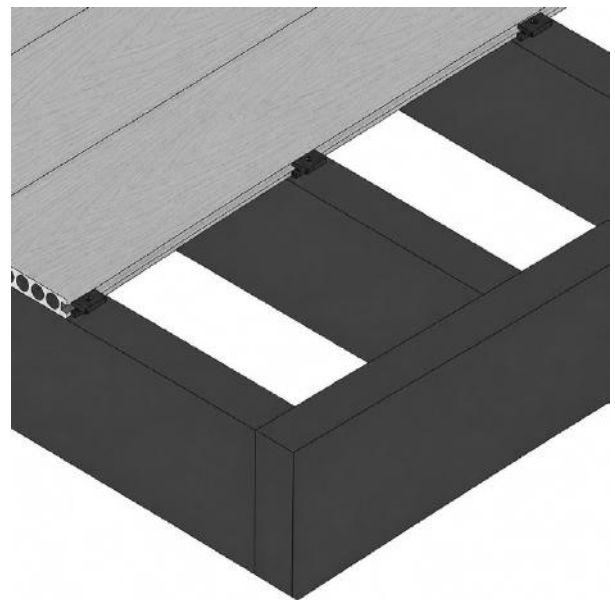

FIG. 7 – WIEDERHOLEN, BIS DIE LETZTEN ZWEI DIELEN ÜBRIG RIEFEN
- 02 Wiederholen Sie die Schritte 2–5, bis Sie die letzten 2 Dielen erreicht haben (fig. 7). Die letzte Diele kann auf 1 von 2 Arten befestigt werden, die im nächsten Abschnitt beschrieben werden.